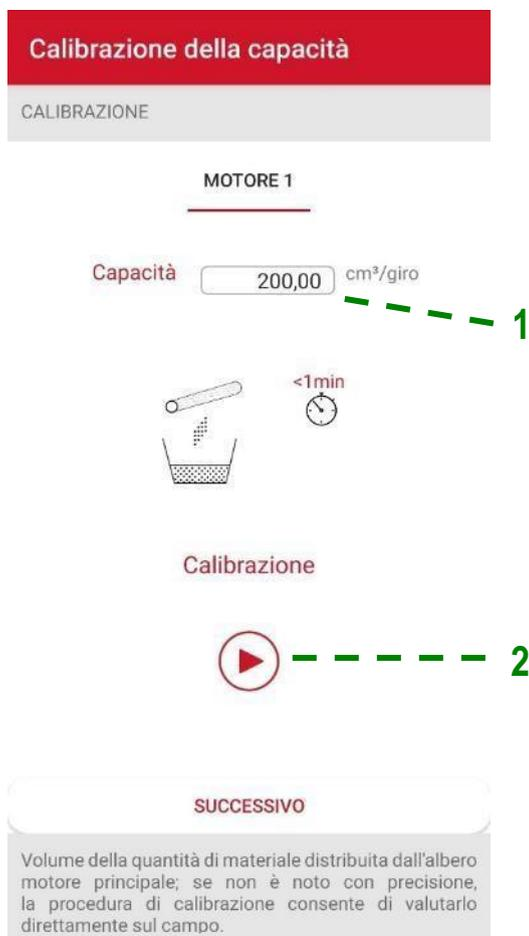

Figura 3-22 Calibrazione della capacità
3. Avviare la procedura premendo il pulsante "Play" indicato con 2 nella Figura 3-22.